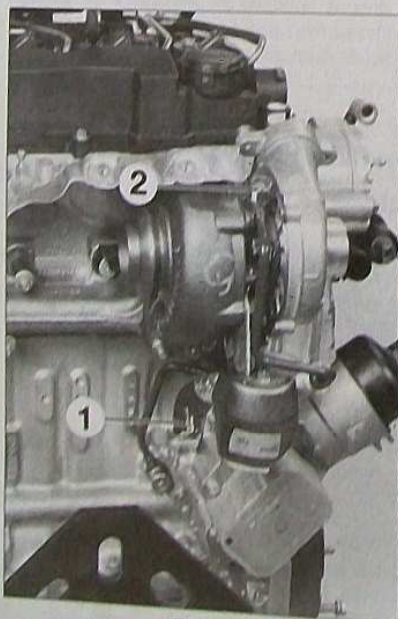

FIG. 38
- la canalisation de retour d'huile de graissage du turbocompresseur (1) (Fig. 38).
- la canalisation de graissage du turbocompresseur (2).
- la canalisation de retour d'huile de graissage du turbocompresseur (1) (Fig.38).